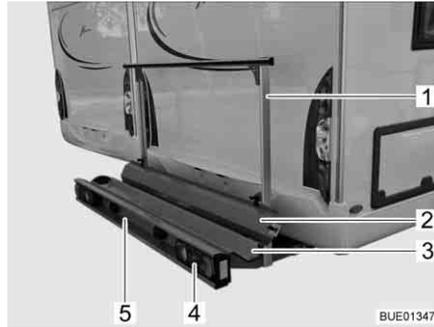
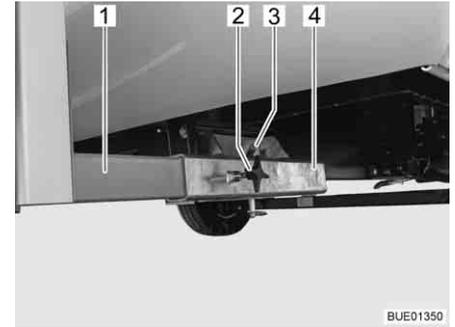

Bild 9 Lastenträger
Bild 10 Befestigung am Fahrzeug
Der Lastenträger (Bild 9) ermöglicht die Mitnahme eines Motorrads oder eines Motorrollers mit einem Gewicht bis zu 130 kg.
- Trägerwanne (Bild 9,3) und Haltebügel (Bild 9,1) mit Befestigung am Fahrzeug (Bild 10)
- Heckleuchten (Bild 9,4)
- Kfz-Kennzeichenbeleuchtung (Bild 9,5)
- Auffahrschiene (Bild 9,2)
Die beiden Längsträger (Bild 10,1) des Lastenträgers sind durch Knebelschrauben (Bild 10,2) an den Vierkantaufnahmen (Bild 10,4) am Fahrzeugboden fixiert. Gesichert ist der Lastenträger durch einen Bolzen (Bild 10,3) mit Sicherungsring.